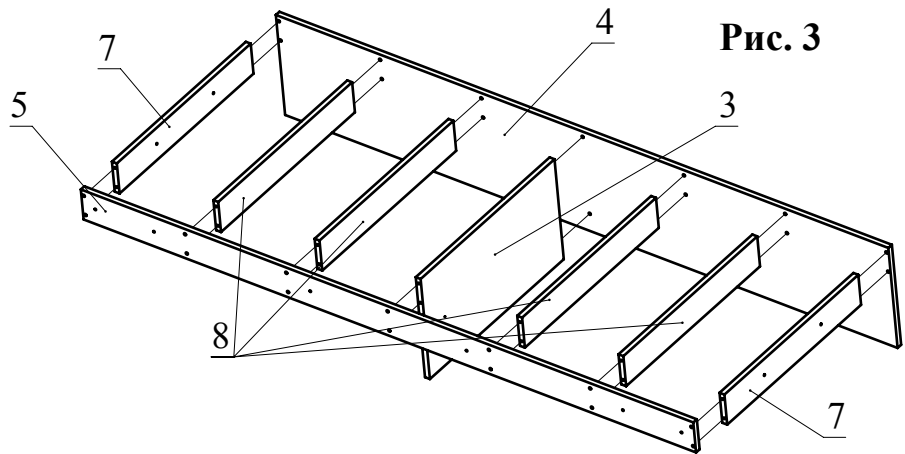

Рис. 3
2. Соедините детали 4,5 с деталями 3,7 и 8 с помощью конфирматов (Рис. 3).